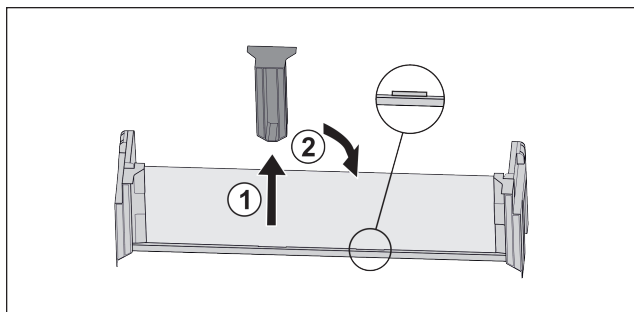

Fig. 81
- ▶ Extraire la pièce de retenue centrale Fig. 81 (1).
- ▶ Insérer la pièce de retenue centrale en deuxième position Fig. 81 (2).